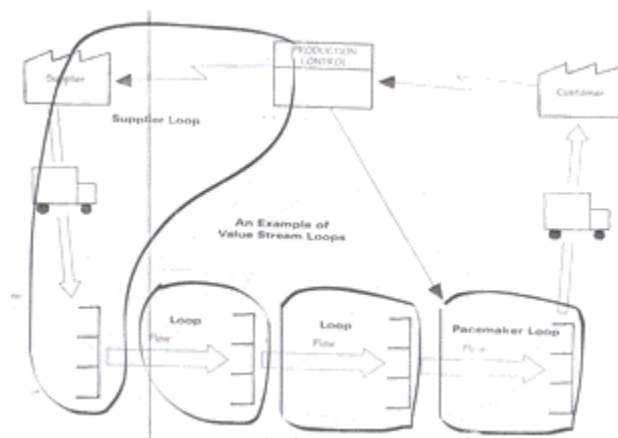

ILUSTRACIÓN 1.3.1-1: BUCLES DE IMPLEMENTACION (ROTHER & SHOOK, 1999)
**Bucle de los procesos anteriores:** Estos bucles comienzan con un proceso y terminan con un supermercado. (Ilustración 1.3.1-1)
Al haber dividido el mapa futuro en bucles, se fijan los objetivos deseados y las metas para cada bucle. Se creará un mapa de estado futuro que mostrará exactamente que se planea hacer, paso a paso, metas medibles y puntos de control fijos con fechas de entrega. Se comenzará a implementar en los bucles donde: el proceso es bien conocido y comprendido, donde hay altas posibilidades de tener éxito y donde se pueda conseguir un buen impacto económico por el esfuerzo. (Ilustración 1.3.1-1: Bucles de implementacion (Rother & Shook, 1999))